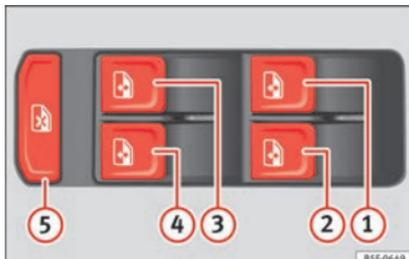

Fig. 137 Dettaglio della porta del conducente: comandi per i finestrini (veicolo a 5 porte con alzacristalli elettrici anteriori e posteriori).
I tasti »» fig. 137 ①, ②, ③ e ④ hanno due livelli per l'apertura e due per la chiusura dei finestrini. In questo modo è più facile eseguire le operazioni di apertura e chiusura.